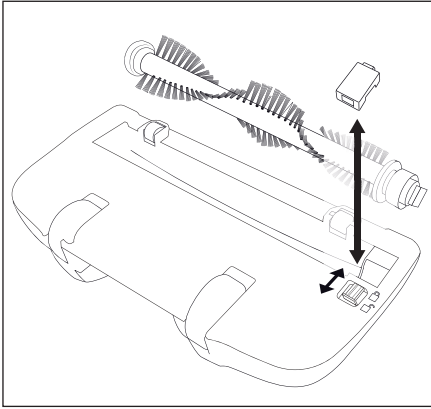

Fig. 5
- 2) Desplace el bloqueo de la placa de cobertura hacia el símbolo  y desmonte la placa de cobertura (fig. 5).
- 7) Vuelva a colocar la placa de cobertura hasta que quede bien fija. La placa de cobertura queda encastrada cuando el encastre se desliza automáticamente hacia el símbolo  (fig. 5).